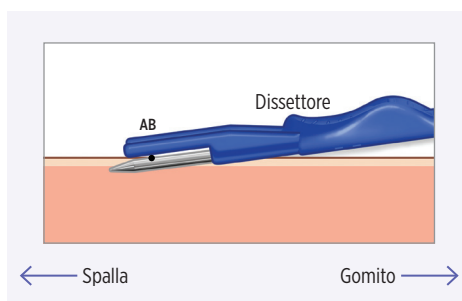

Figura 3
3. Con le punte dei fermi di profondità sulla pelle e il dissettor smusso nello spazio sottocutaneo, abbassare l'angolo di entrata nella pelle a circa 5-10 gradi (Figura 3), facendo attenzione che le dita non si trovino sotto lo stelo di metallo o le parti di plastica dello strumento, poiché ciò creerebbe un angolo maggiore.
4. Muovere il dissettor smusso verso la spalla mantenendo le parti di metallo e di plastica dello strumento in stretto contatto con la pelle, per garantire l'angolo più piccolo possibile della tasca rispetto alla pelle (Figura 3).